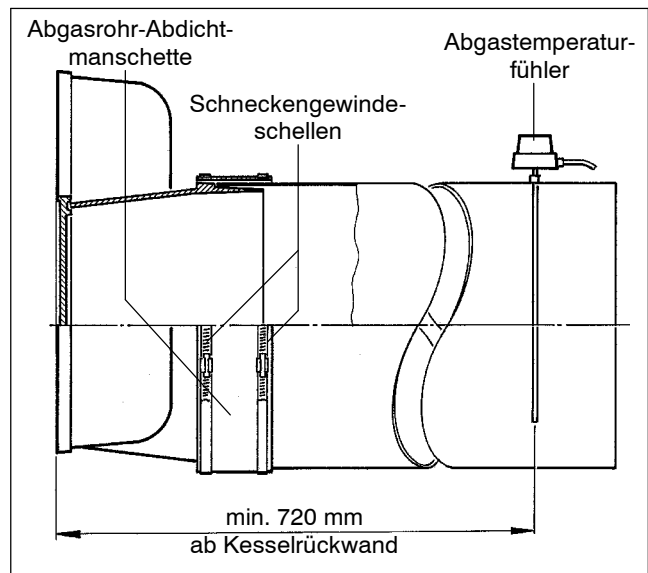

Abb. 26
Wir empfehlen, eine Abgasrohr-Abdichtmanschette zu verwenden (Abb. 26). Die Abgasrohr-Abdichtmanschette ist gesondert zu bestellen.
- Abgasrohr-Abdichtmanschette überlappend um das Abgasrohr und den Stutzen des Abgassammlers legen (Abb. 26).
- Muffe in einer Entfernung von 2 x Abgasrohrdurchmesser von Abgassammler entfernt in das Abgasrohr einschweißen (Abb. 26).